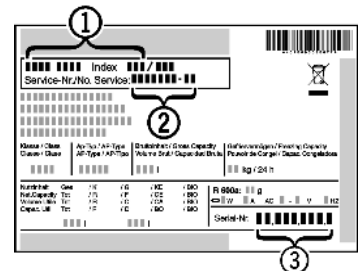

Fig. 12
- ▶ Skåpbeteckning *Fig. 12 (1)*, service-nr. *Fig. 12 (2)* och serie-nr. *Fig. 12 (3)* finns på typskylten. Denna sitter på vänster sida inne i skåpet.
- ▶ Kontakta kundtjänst och meddela felet, skåpbeteckning *Fig. 12 (1)*, service-nr. *Fig. 12 (2)* och serie-nr. *Fig. 12 (3)*.